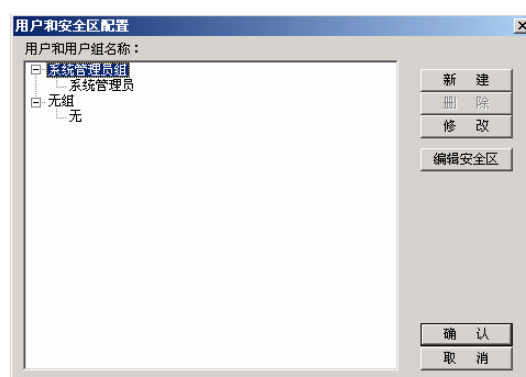

图 10-1 用户和安全区配置对话框
- 1、在工程浏览器窗口左侧“工程目录显示区”中双击“系统配置”中的“用户配置”选项,弹出创建用户和安全区配置对话框,如图 10-1 所示: